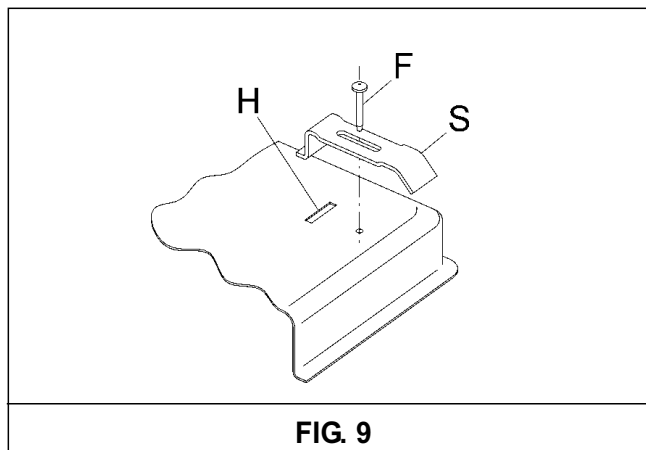

FIG. 9
móvel e bloquee-a com os apropriados parafusos "F" de fixação (vide a fig. 9).
- Bloquear con las bridas "S", teniendo cuidado de introducir la parte sobresaliente en la ranura "H" que se encuentra en el fondo y enroscar el tornillo "F" hasta que la brida "S" llegue al top (fig. 9).